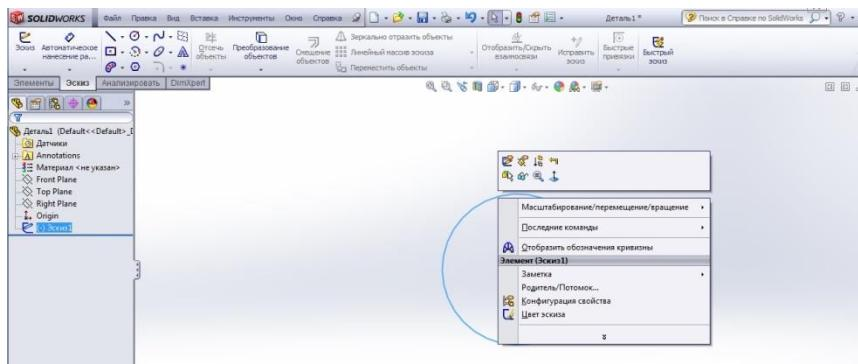

Рис. 1.15
**Права** – активація контекстного меню. У верхній частині контекстного меню (рис.1.15) знаходиться контекстна панель інструментів зі значками, які дають можливість швидкого доступу до різних інструментів.